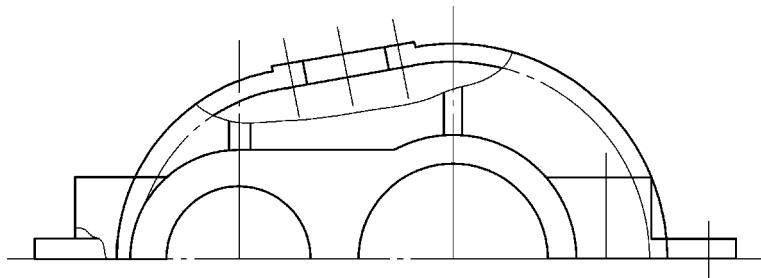

图 11-60 修剪
9) 利用【修剪】、【拉伸】、【删除】命令修改并删除多余线段和圆弧，如图 11-60 所示。